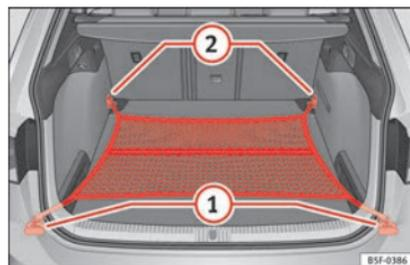

Fig. 177 Nel bagagliaio: tasca a rete a livello del piano (modello LEON ST).
- Se necessario, sollevare gli occhielli di ancoraggio anteriori » **fig. 177** ②.
- Fissare i ganci della rete agli occhielli di ancoraggio ② » **⚠**. La cerniera della tasca deve essere rivolta verso l'alto.
- Fissare i ganci della rete agli occhielli di ancoraggio ①.